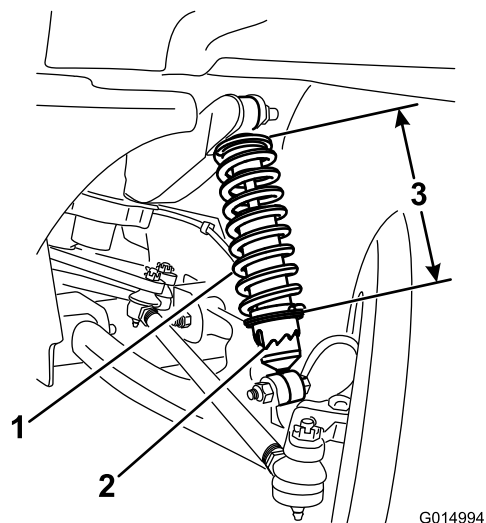

図 32
- A. 特殊工具 TOR06010 を使って、ショック・アブソーバのカラーを回転させてスプリングの長さを変更する（図 32）。